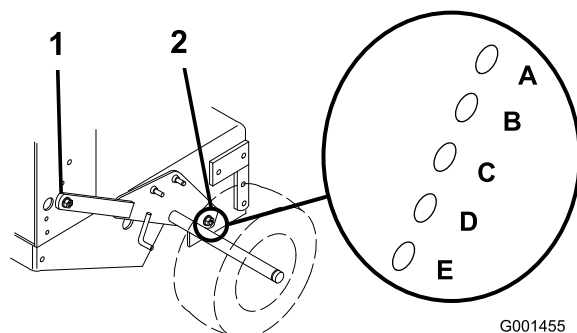

Figura 13
3. Afloje, pero no retire, los 2 pernos de pivote del eje y los 2 pernos de ajuste del eje (Figura 13).
4. Coloque un gato debajo del bastidor del motor, en el centro de la parte trasera. Eleve el extremo trasero del bastidor del motor lo suficiente para poder retirar los 2 pernos delanteros de ajuste del eje (Figura 13).
5. Eleve o baje el bastidor del motor con el gato para poder instalar los 2 pernos de ajuste delanteros del eje en los taladros deseados (Figura 13).